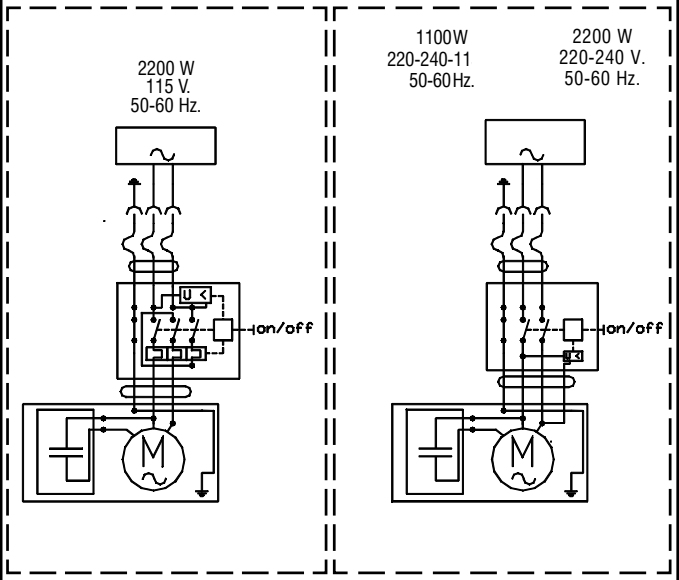
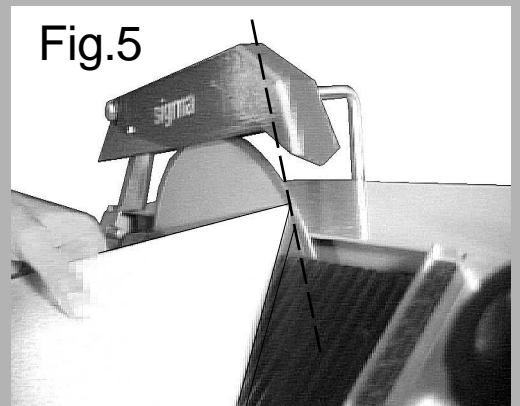

Fig.1
Fig.2
-13a-Stojniveau ved skæring med maskine: 83,3 dB (A).
Maskinen holdes i punkt 4 og 5 (fig. 2) for transport. Vægt 25-(29) kg. Rullebordet holdes i punkt 6 og 7 (fig. 1) Vægt 7 kg.
-19-Nettovægt: 35(39) kg. Brugsvægt: 43(47) kg (er maskinen monteret på artikel 63A, loftes den og placeres på gulvet, stellet klappes sammen).
-21f-Hold maskinen i position 4 og 5 (fig. 2) på hver side af bordet, loft den lodret ud af kassen.